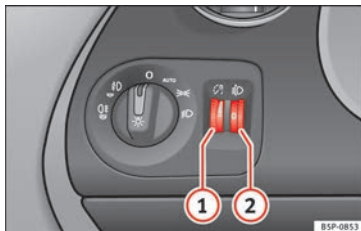

Bild 61 Instrumentpanel: Instrumentpanel, kontrolldimmar och räckviddsreglering.
När strålkastarna är på kan ljusstyrkan på instrumentpanelen och kontroller justeras genom att vrida på tumhjulsreglaget » **bild 61 ①**.